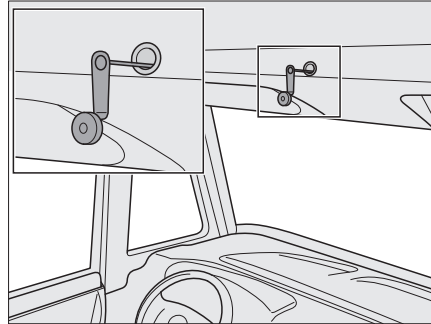

Fig. 165 Mando de emergencia de la cama elevada eléctrica
- ▷ Durante un corte de corriente, la cama elevada eléctrica también puede ser accionada con una manivela de emergencia (Fig. 165). Ésta se encuentra en la cocina integrada.